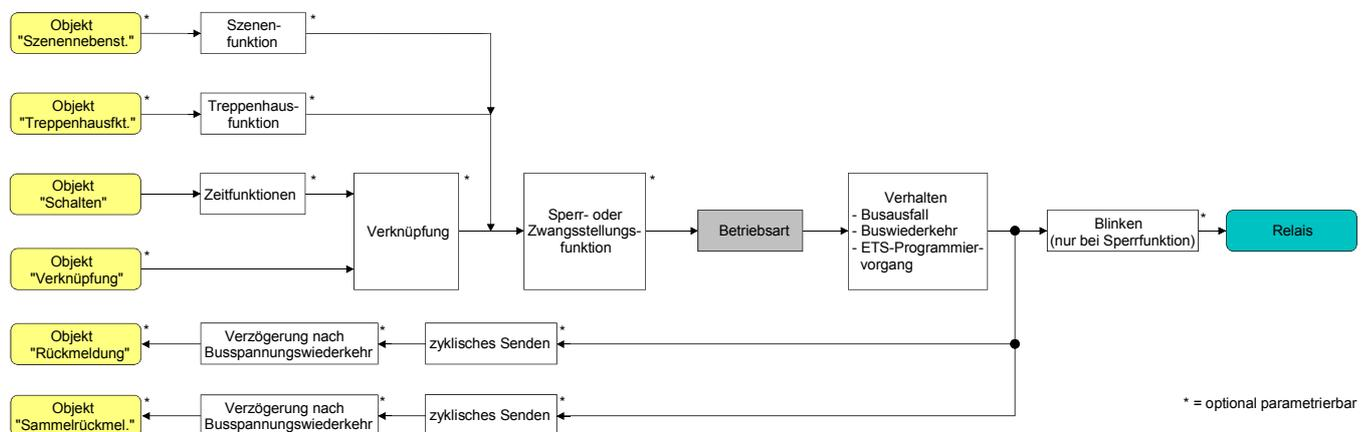

Рис. 6: Схема функции "Режим работы"
- ❗ Логическое состояние коммутационного аппарата ("вкл - 1" или "выкл - 0") устанавливается с помощью объекта коммуникации "Переключение" и находится под влиянием функция, активация которых может осуществляться по выбору (например, функции времени/освещения лестничной клетки, логических связей, запираения/принуждения, сценариев – см. Рис. 6).